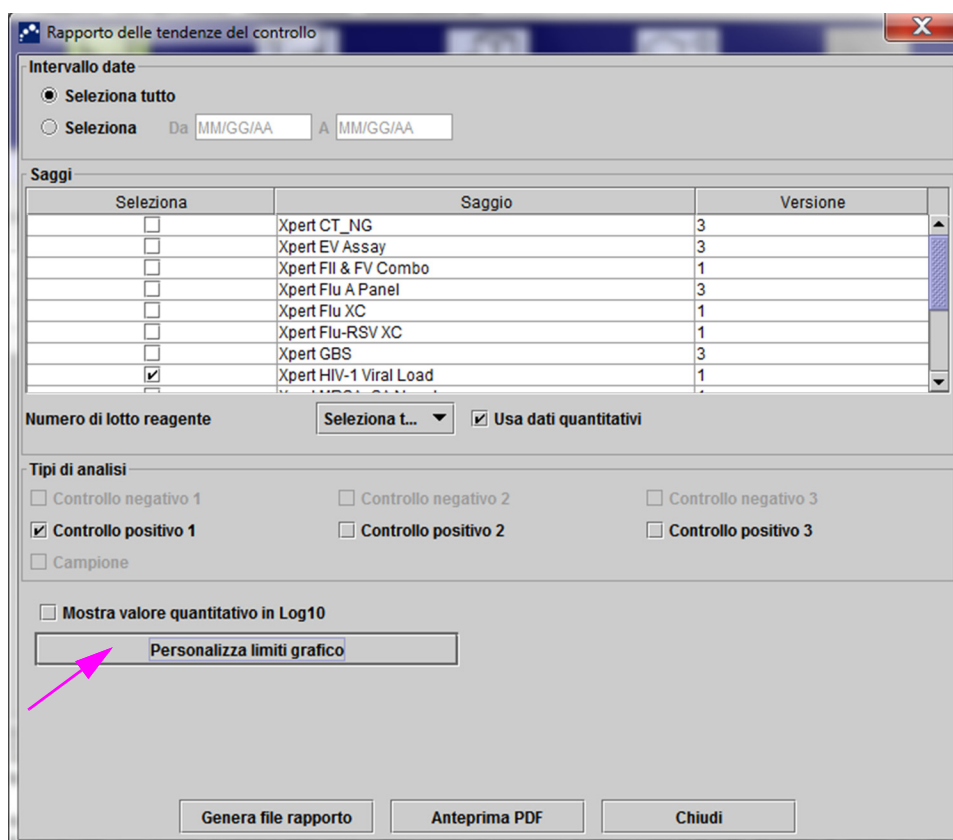
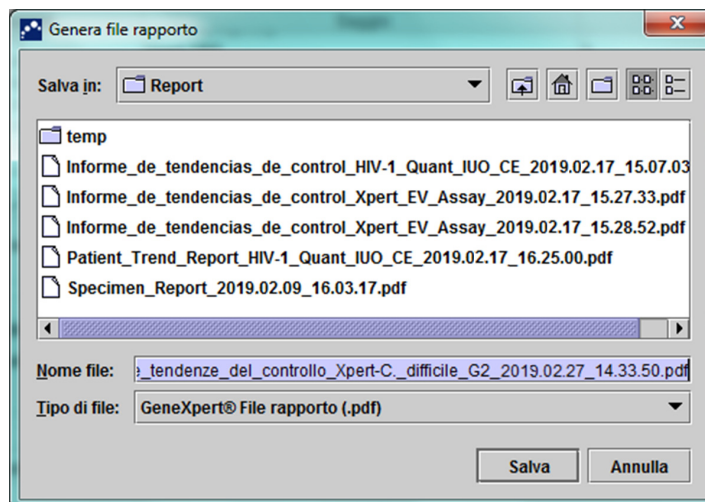
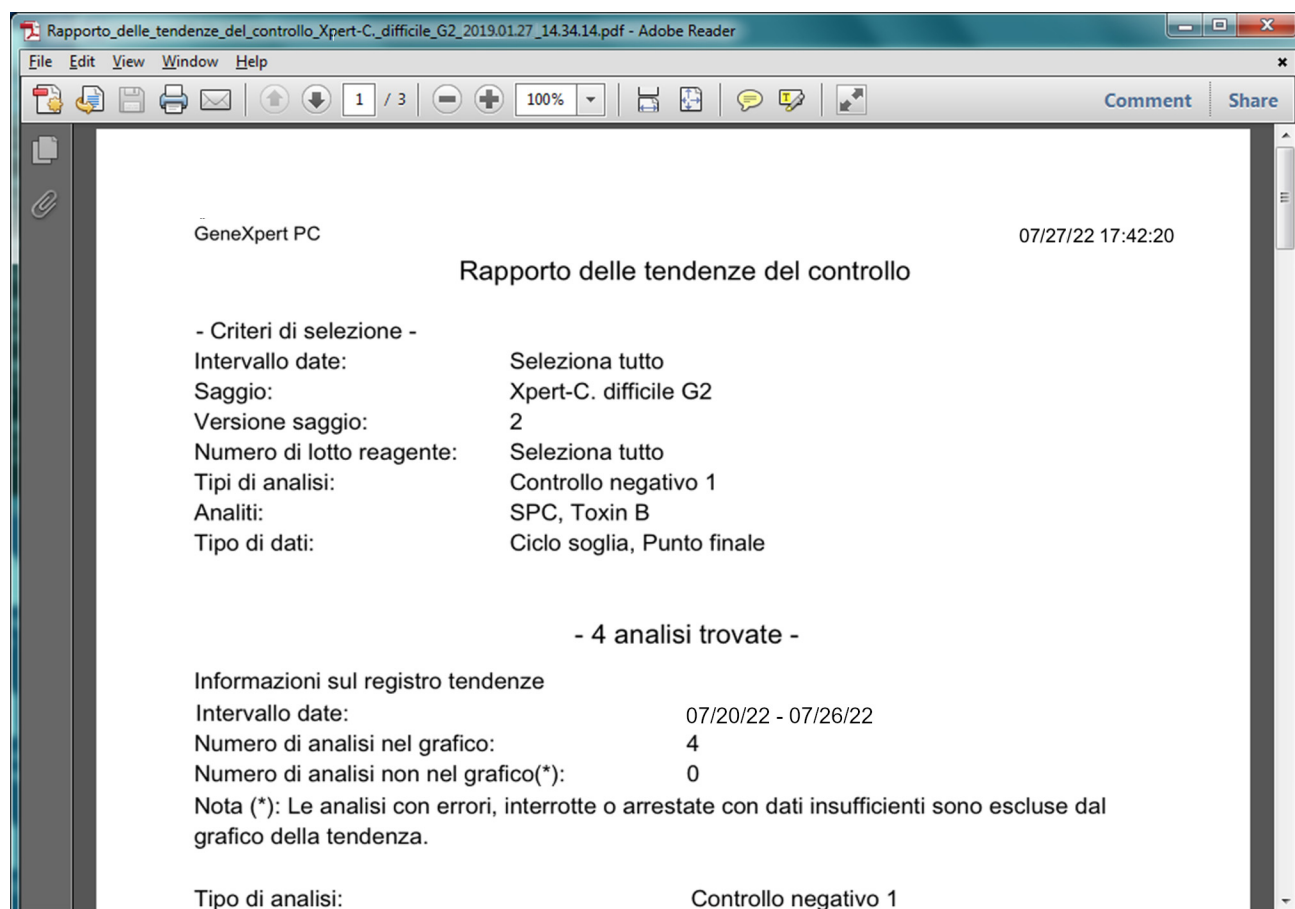

Figura 6-4. Finestra di dialogo Rapporto delle tendenze del controllo con un saggio quantitativo selezionato
Figura 6-6. Finestra di dialogo Genera file del rapporto
Figura 6-7. Esempio di rapporto delle tendenze dei controlli nella finestra di Adobe Reader
3. Selezionare il saggio per generare il rapporto delle tendenze dei controlli. Vedere la Figura 6-2 per la selezione di un saggio qualitativo e la Figura 6-4 per la selezione di un saggio quantitativo.
4. Se il saggio selezionato è un saggio qualitativo, la casella di controllo **Usa dati quantitativi** non viene visualizzata (vedere la Figura 6-2). Se il saggio selezionato è un saggio quantitativo, la casella di controllo **Usa dati quantitativi** è selezionabile (vedere la Figura 6-4). Spuntare la casella di controllo **Usa dati quantitativi** per generare il rapporto delle tendenze dei controlli utilizzando i dati quantitativi.
- Opzioni per i saggi quantitativi (vedere la Figura 6-4):
- **Genera file rapporto:** consente di creare un file PDF e di salvarlo nel percorso specificato. Fare clic sul pulsante **Genera file rapporto** nella finestra di dialogo Rapporto delle tendenze del controllo (vedere la Figura 6-2 per le tendenze dei saggi qualitativi e la Figura 6-4 per le tendenze dei saggi quantitativi) per creare il file PDF del rapporto. Viene visualizzata la finestra di dialogo Genera file rapporto (vedere la Figura 6-6), che consente di salvare il file in un percorso specificato.
- **Anteprima PDF:** consente di creare un file PDF e di visualizzarlo nella finestra di Adobe Reader. Fare clic sul pulsante **Anteprima PDF** nella finestra di dialogo Rapporto delle tendenze del controllo (vedere la Figura 6-2 per le tendenze sui saggi qualitativi e la Figura 6-4 per le tendenze sui saggi quantitativi) per creare il file PDF del rapporto (vedere la Figura 6-7). Il file PDF può essere stampato e salvato dal software Adobe Reader.